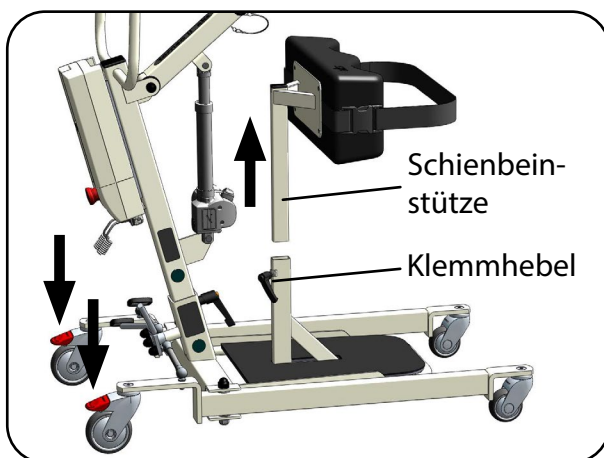

Abb.13.2.01 – Schienbeinstütze Demontage
1. Bremsen Sie die beiden hinteren Laufrollen an der Bedienerseite, durch Betätigung des Tritthebels (Abb. 13.2.01); siehe Kapitel Bedienung Abschnitt **Laufrollen**.
2. Bremsen Sie die beiden hinteren Laufrollen an der Bedienerseite, durch Betätigung der Tritthebel (Abb. 13.2.01); siehe Kapitel Bedienung Abschnitt **Laufrollen**.
3. Lösen Sie den Klemmhebel, welcher die Schienbeinstütze fixiert und entfernen Sie die Schienbeinstütze (Abb. 13.2.01). Drehen Sie den Klemmhebel ca. zwei Umdrehungen im Uhrzeigersinn, sodass dieser im Fahrgestell verbleiben kann.